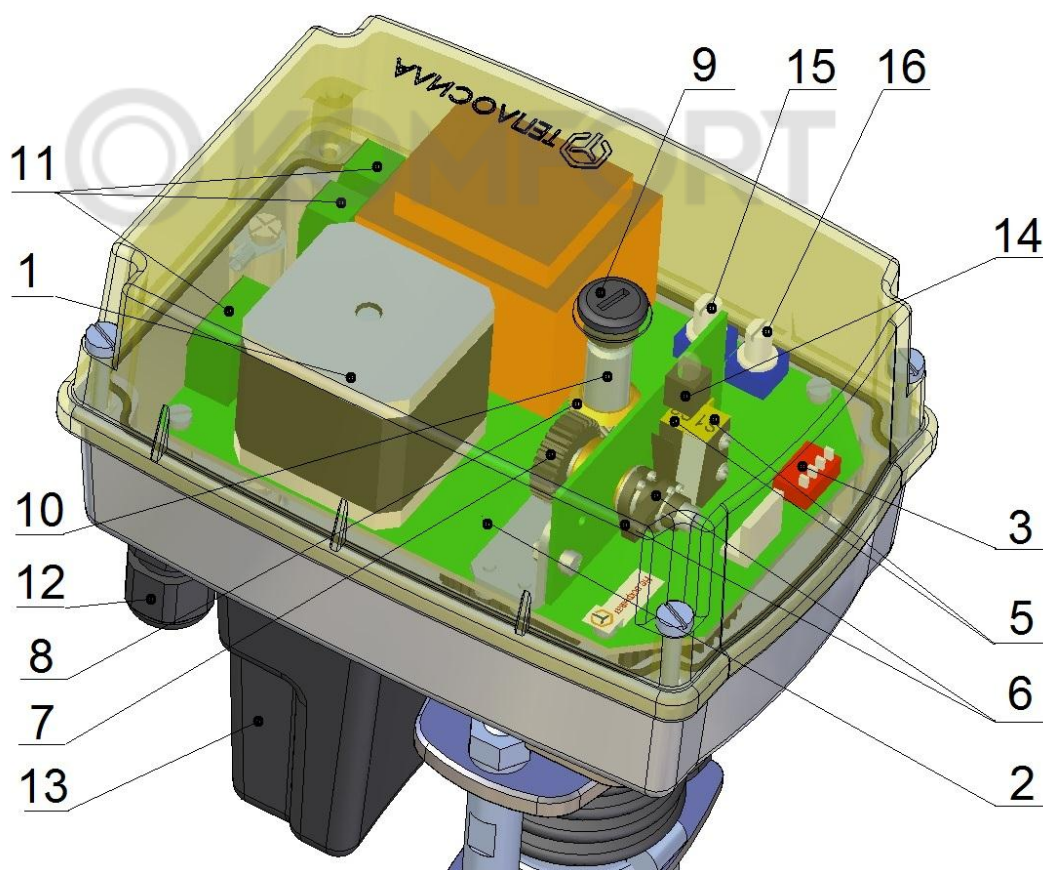

Рисунок 1 – Общий вид TSL-XXXX-XX-1T(1TR)-230
- провести проводники (рисунок 1) через кабельные вводы (12) и присоединить к контактам клеммных колодок (11) электропривода согласно схеме Приложения Б.